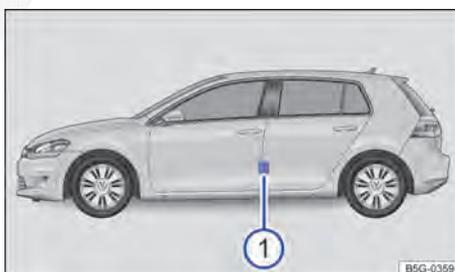

Fig. 184 Na coluna do condutor: etiqueta com as pressões dos pneus 1 (alternativa ao lado interno da portinhola do tanque).
- (A) Pressão dos pneus para os pneus do eixo dianteiro.
- (B) Pressão dos pneus para os pneus do eixo traseiro.
- (1) Pressão dos pneus no carregamento parcial.
- (2) *Dependendo do veículo*: pressão dos pneus de conforto no carregamento parcial.
- (3) Pressão dos pneus no carregamento total.
A etiqueta com as pressões dos pneus fornece a pressão dos pneus correta para os pneus montados de fábrica. As indicações valem para os pneus de verão, do ano todo e de inverno. A etiqueta com as pressões dos pneus está na coluna da porta do condutor ⇒ Fig. 184 (1) ou na parte interna da portinholha do tanque.